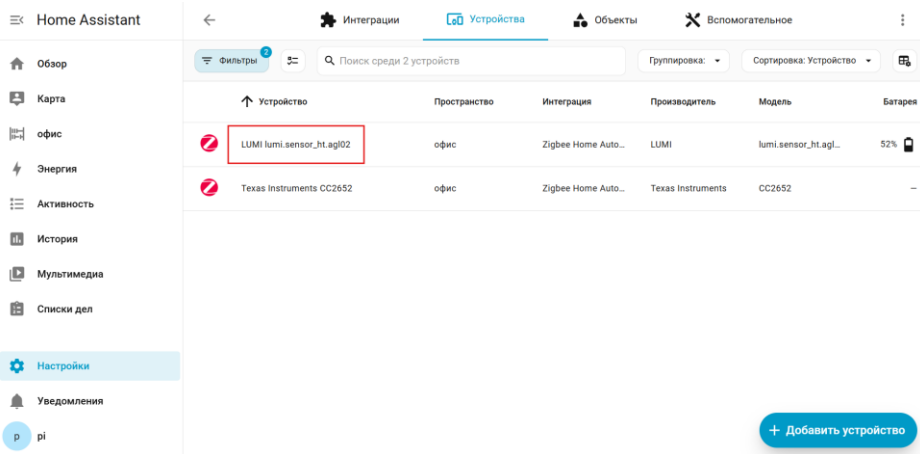
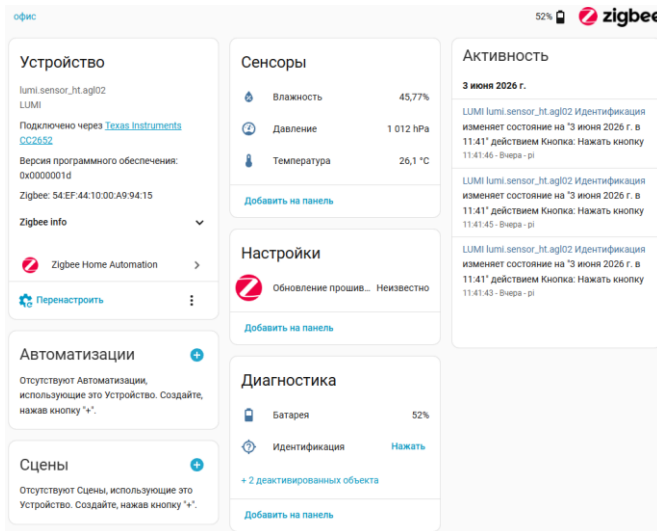

Рис. 3.26. Окно «Устройства»
Рис. 3.27. Окно устройства
4. Устройство соединено, Home Assistant принимает все передаваемые им пакеты. Подключенное устройство можно найти во вкладке устройств в настройках (рис. 3.26 – рис. 3.27). Его параметры можно добавлять на дашборд.